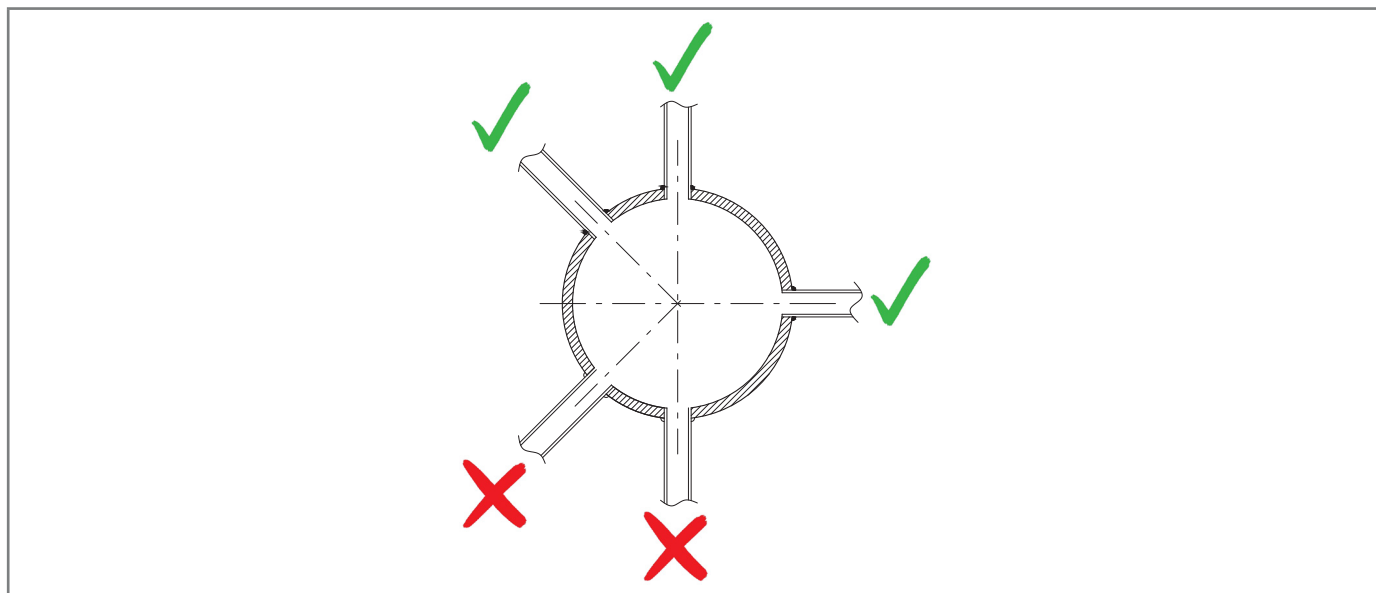

Fig. 6.9. Attacchi saldati della tubazione
- gli attacchi della tubazione siano sempre saldati sulla parte superiore o a max 90° sull'asse della tubazione stessa (fare riferimento alla Fig. 6.9);